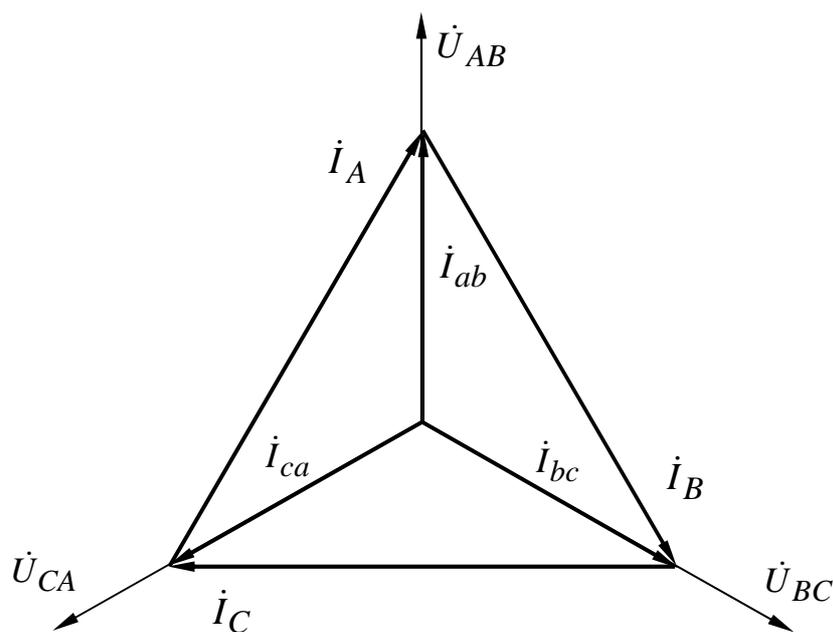

Рис. 6.3.
3. Построить векторные диаграммы для всех режимов, приведенных в табл.2. Примеры построения векторных диаграмм для режимов 1 и 3 приведены на рис. 6.3. и 6.4. соответственно.